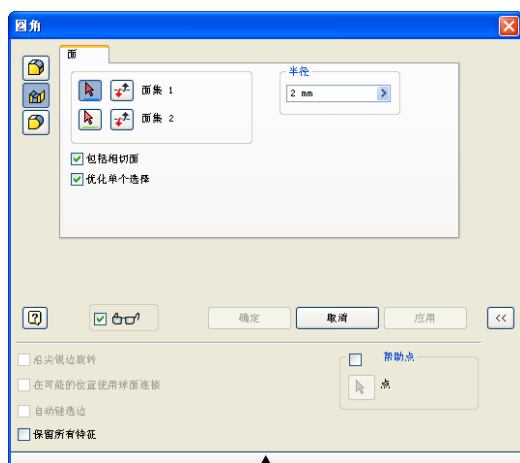

图 3-34 “面圆角”对话框
(2) 面圆角^{图 3-34}：在不需要共享边的两个所选面集之间添加内圆角或外圆角。选择^{图 3-34}打开【面圆角】对话框如图 3-34 所示。
- 【面集 1】选项，选中^{图 3-34}指定要包括在要创建圆角的第一个面集中的模型或曲面实体的一个或多个相切、相邻面。若要添加面，请单击“选择”工具，然后单击图形窗口中的面。
- 【面集 2】选项，选中^{图 3-34}指定要创建圆角的第二个面集中的模型或曲面实体的一个或多个相切、相邻面。若要添加面，请单击“选择”工具，然后单击图形窗口中的面。
- 选中^{图 3-34}选项，反向反转在选择曲面时在其上创建圆角的一侧。